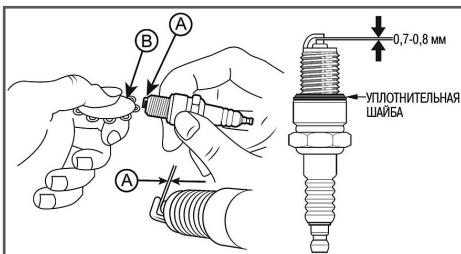

Рис. 21 Зазор между электродами свечи зажигания
- Измерьте зазор А между электродами свечи зажигания специальным щупом В (Рис. 21). Зазор должен быть
0,7-0,8 мм (Рис. 21). При увеличении или уменьшении требуемого зазора, рекомендуется заменить свечу, так как регулировка зазора может привести к изменению качества искрообразования.